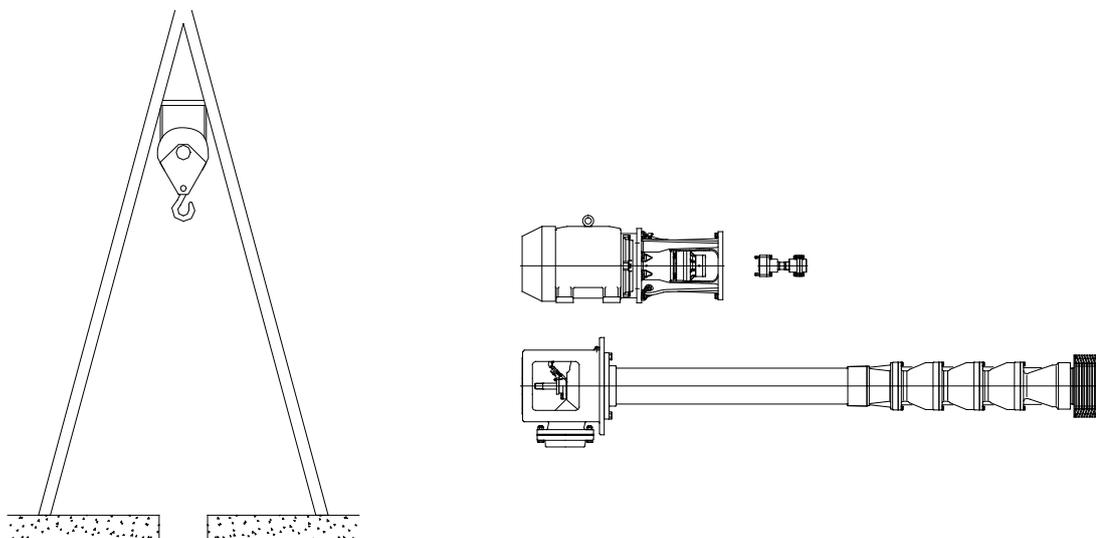
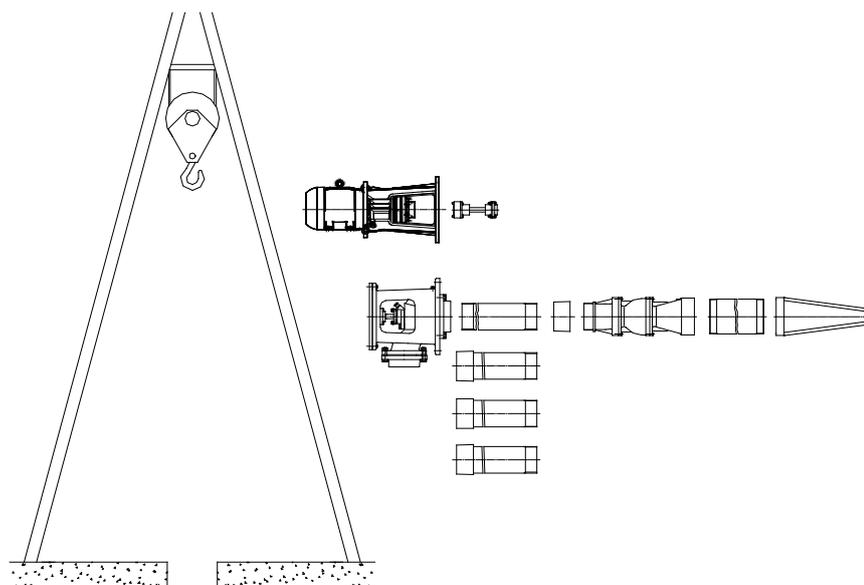

Fig. 1A. Alistando para instalar bomba turbina vertical HMSS corta
Fig. 1B. Preparación de piezas para instalar bomba turbina vertical HMSS
siempre con la máxima precaución. Coloque las partes del equipo como se muestra en la Fig. 1A ó Fig 1B, según el tipo de bomba suministrada.
La bomba y la linterna de descarga así como el motor con el soporte vertical son enviados ensamblados de fábrica (Ver Fig 1A). Para su instalación se debe seguir el siguiente procedimiento:
6.2 Si el equipo es suministrado en piezas, para su montaje en el lugar de instalación (Ver Fig. 1B)